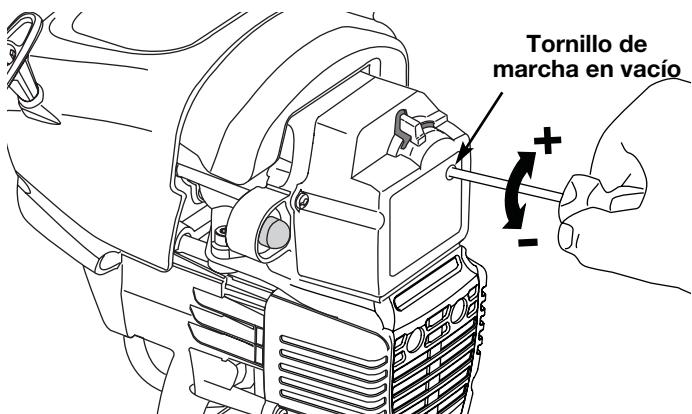

Fig. 31
La velocidad lenta del motor puede ser ajustada por la cubierta del silenciador / filtro de aire (Fig. 31).
- Suelte el gatillo del regulador y deje que el motor funcione en marcha lenta. Si el motor se para, inserte un pequeño destornillador Phillips en el orificio de la cubierta del silenciador / filtro de aire (Fig. 31). Gire el tornillo de marcha lenta en sentido horario, de a 1/8 de vuelta por vez (según sea necesario) hasta que el motor funciona en mínima.